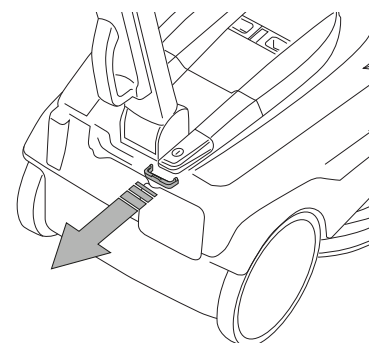

Fig.2C
- Fjern den mekaniske blokkeringen fra bryteren (Fig.2C).